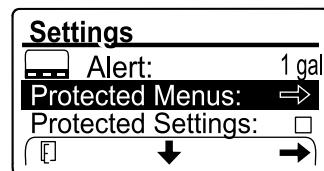

Figure 108
1. Saisissez le code PIN de l'option MENUS PROTÉGÉS (Figure 108) ; voir Accès aux menus protégés \(page 25\).